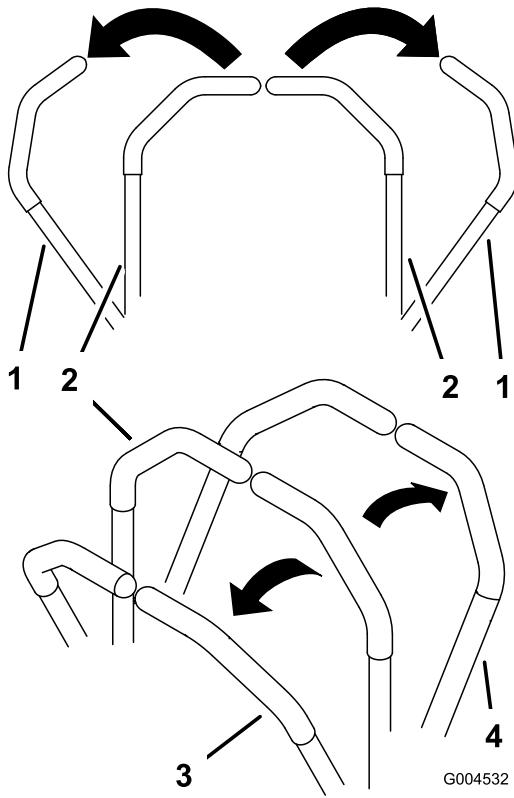

Figure 18
3. Pour vous déplacer en marche avant, poussez doucement les leviers de commande de déplacement vers l'avant (Figure 18).
Pour vous déplacer en ligne droite, appliquez une pression égale sur les deux leviers de déplacement (Figure 18).
Pour tourner, rapprochez du point mort le levier de commande correspondant à la direction que vous voulez prendre (Figure 18).